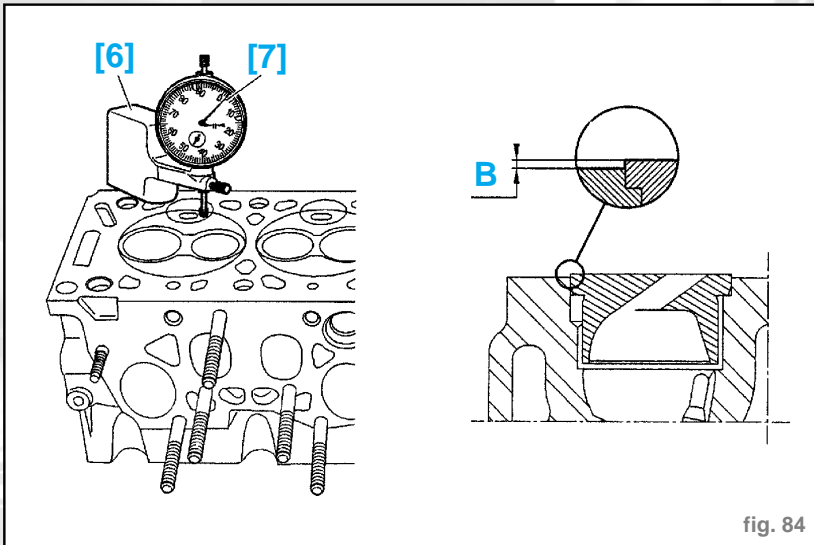

fig. 84
- Fixer le comparateur [7] (-).1504 sur le support [6] (-).0132-C (fig. 84).